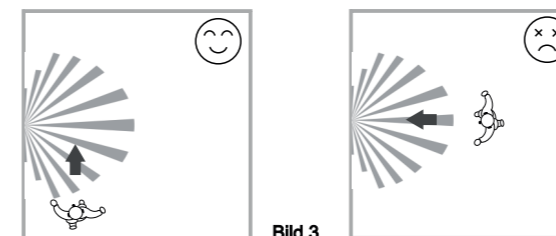

Bild 3
- 3.1.2 Achten Sie auf den Geh-Test. der Melder ist empfindlicher wenn die Bewegung durch die Segmente erfolgt und weniger wenn die Bewegung zum Segment erfolgt. (Siehe Bild 3)